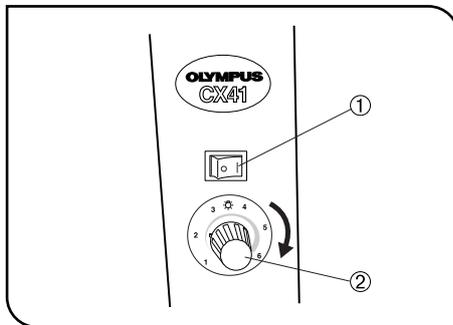

Fig. 3
**1 Allumage de la lampe****(Fig. 3)**
1. Mettre l'interrupteur principal ① sur « I » (ON).
2. Tourner la commande de réglage de l'intensité lumineuse ② dans le sens des aiguilles d'une montre (le sens indiqué par la flèche) pour augmenter l'intensité lumineuse, et dans le sens inverse des aiguilles d'une montre pour la diminuer.